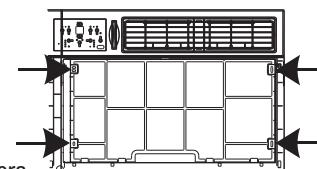

FIG. 2
3. Localice y retire los cuatro tornillos frontales. Estos tornillos serán necesarios para volver a instalar el panel frontal más adelante. (Ver Fig. 2.)